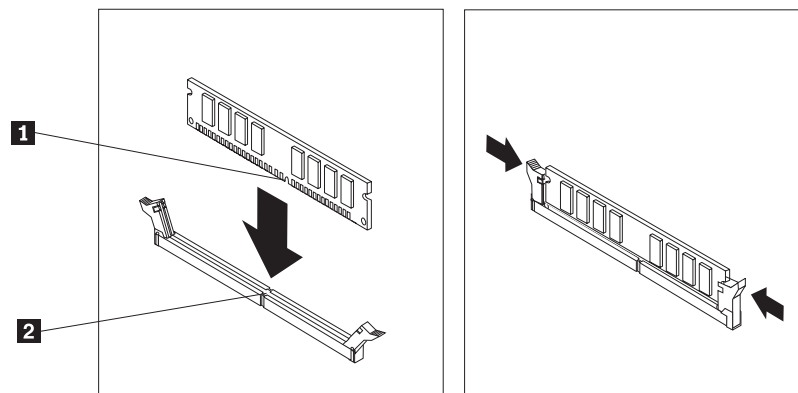

Figura 31. Installazione del modulo di memoria
5. Posizionare il modulo di memoria di sostituzione sul connettore di memoria. Assicurarsi che l'incavo **1** del modulo di memoria sia allineato correttamente alla chiave del connettore **2** della scheda di sistema. Inserire il modulo di memoria nel connettore e spingere fino a chiudere i fermi di blocco. Consultare la sezione Figura 31.